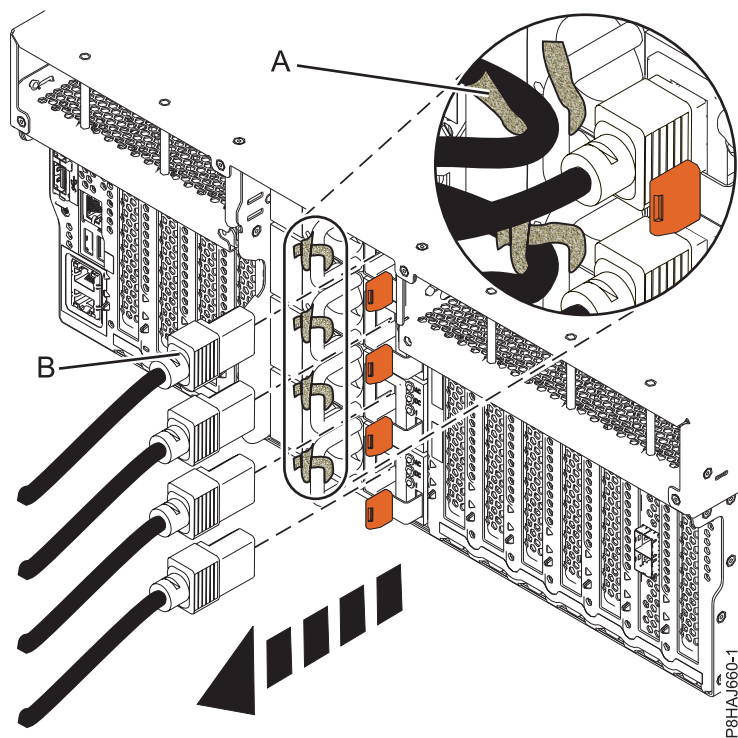
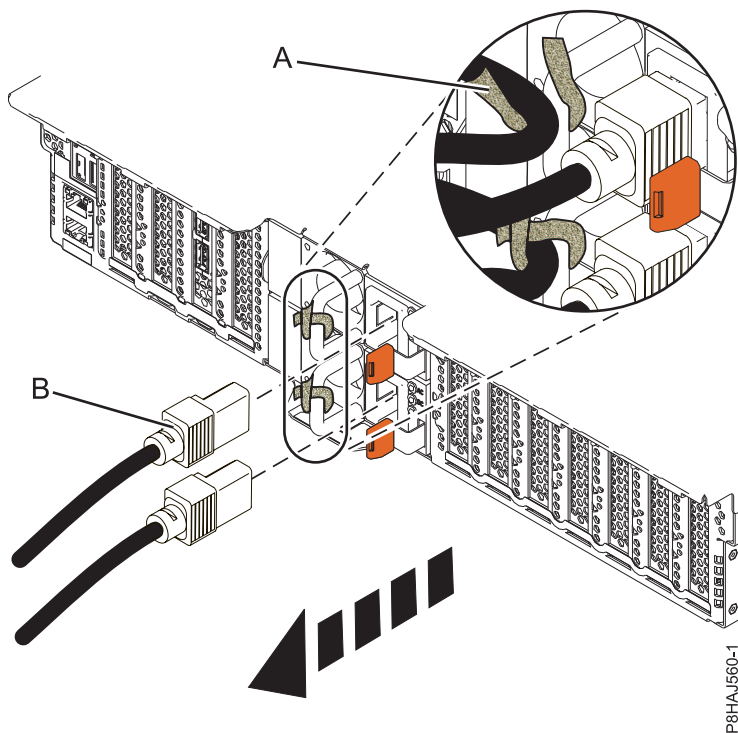
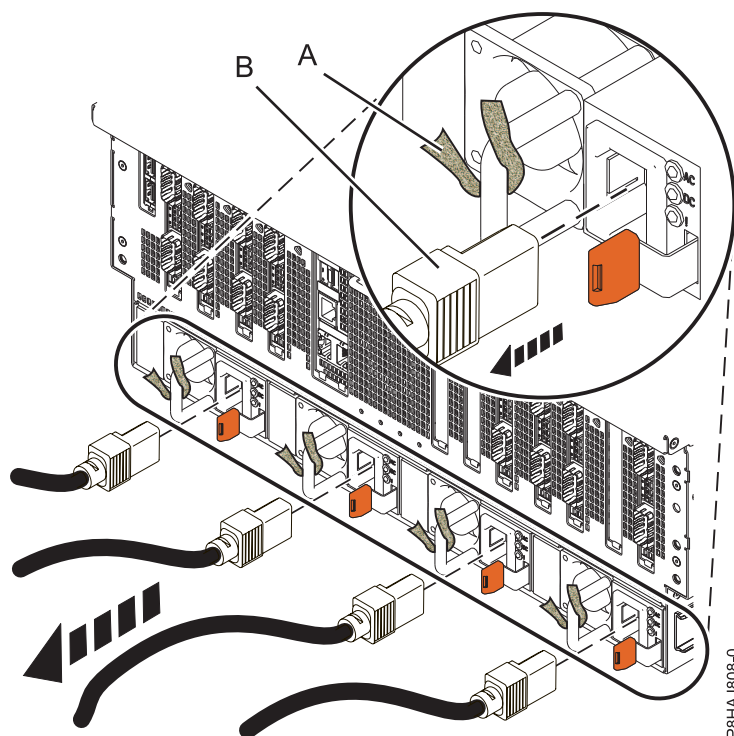

図 20. 8247-42L、8286-41A、または 8286-42A システムからの電源コードの取り外し
図 21. 5148-21L、5148-22L、8247-21L、8247-22L、8284-21A、または 8284-22A システムからの電源コードの取り外し
図 22. 8408-44E または 8408-E8E システムからの電源コードの取り外し
3. 電源コード **(B)** をシステム装置から切り離します。ご使用のシステムのタイプに応じて、42 ページの図 20、42 ページの図 21、または 43 ページの図 22を参照してください。